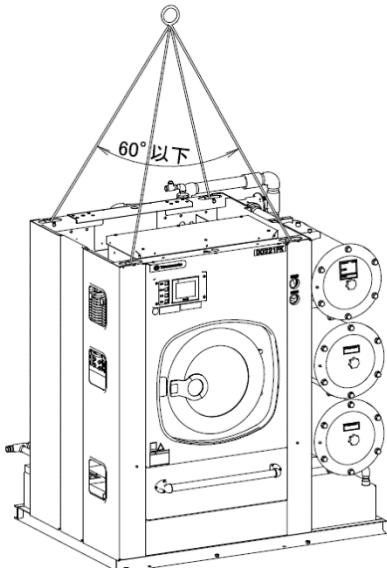

図 3-1
- クレーン等で機械を吊り上げるときは、本体上部四隅(図 3-1)の4ヶ所に必ずフックを掛けて吊り上げます。